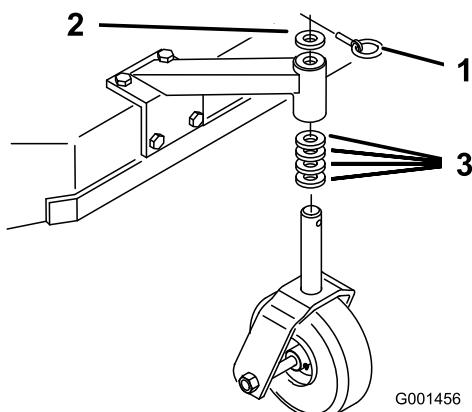

Figure 13
- En vous reportant au Tableau de hauteur de coupe, ajustez les entretoises des roues pivotantes en fonction du trou de réglage de l'essieu sélectionné (Figure 13).
- Retirez la goupille de verrouillage, sortez la roue pivotante de son support et changez les entretoises (Figure 13).
- Mettez la roue pivotante en place dans le support et insérez la goupille de verrouillage (Figure 13).